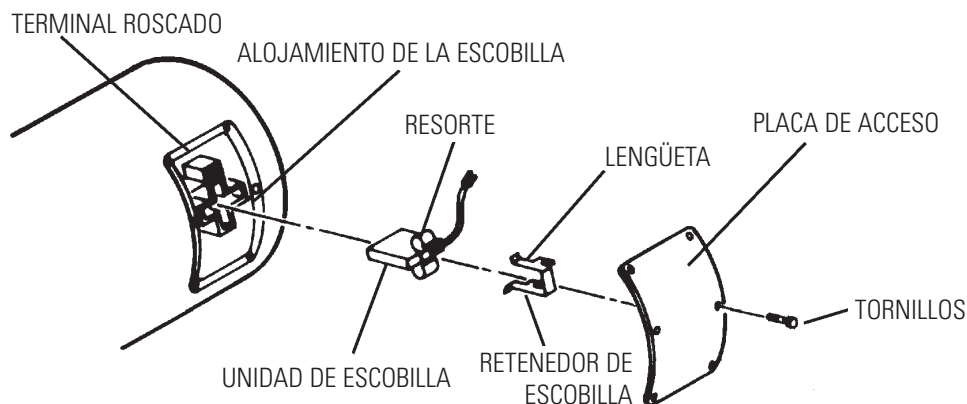

Figura 4-1. Escobilla del motor
2. Para tener acceso a las escobillas del motor, quite los seis tornillos que aseguran la placa de acceso y quite la placa (ver Figura 4-1).